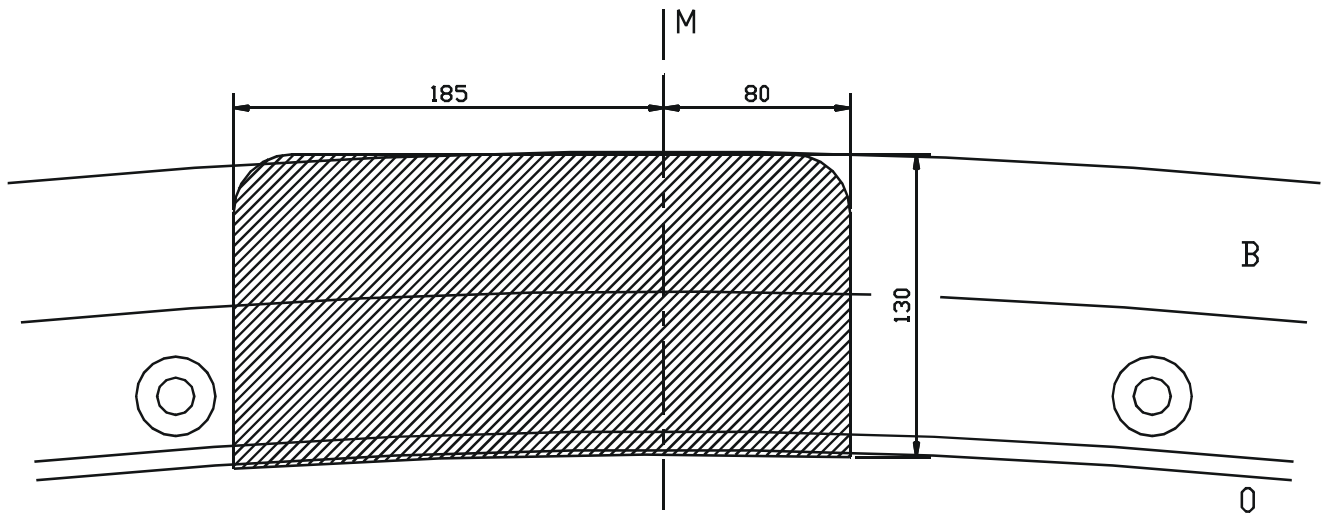

Fig.1 - T45
**OPMERKING:** Voor de standaard trekhaak T45 zie fig. 1.